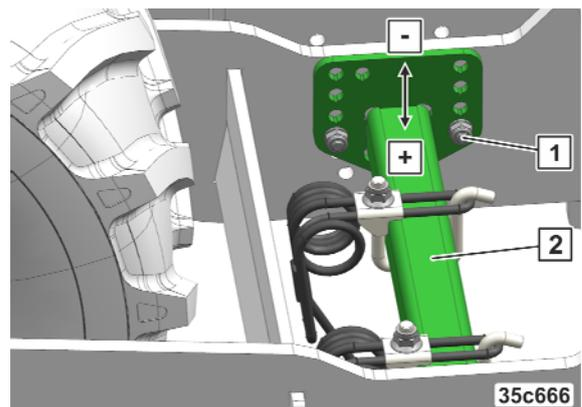

Fig. 198
1. Desserrer et retirer les écrous (Fig. 198/1).
2. Mettre le bras du recouvreur (Fig. 198/2) dans la position souhaitée.
3. Mettre le bras du recouvreur (Fig. 198/3) dans la position souhaitée.